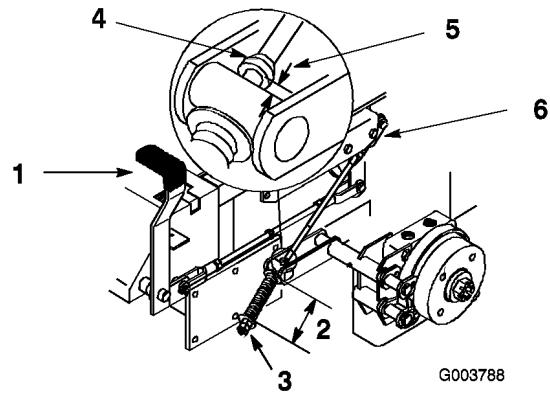

Figure 54
Les rondelles doivent être espacées de 70 mm (Figure 54).
3. Si un réglage est requis, desserrez l'écrou de blocage situé sous le ressort et serrez l'écrou directement au-dessous de la chape (Figure 54). Modifiez le serrage de l'écrou jusqu'à ce que le ressort ait la longueur voulue. Serrez les deux écrous ensemble et répétez la procédure de l'autre côté de la machine.
6. Mesurez la distance entre le galet de tourillon et le collier sur la tige de frein. Elle doit être comprise entre 5 et 7 mm (Figure 54).
7. Si un réglage est requis, desserrez l'écrou de blocage situé juste au-dessous de la chape. Tournez la tige inférieure jusqu'à obtention de l'écart voulu (Figure 54). Serrez l'écrou de blocage à la chape.